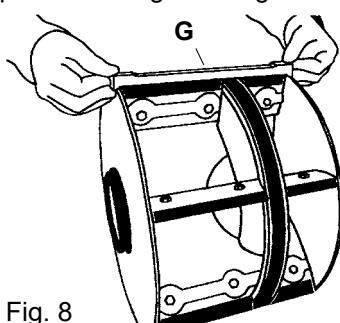

Fig. 8
2. Monter les nouvelles palettes d'étanchéité sur le rotor. Elles sont introduites dans des perforations adaptées à leur longueur, voir figure 8. Ne pas serrer les vis pour éviter que les palettes ne se déforment (torsion 8 Nm). Utiliser de préférence un outil spécifique (G) pour s'assurer que les palettes sont montées à la bonne hauteur. Le diamètre du rotor avec les palettes est de 395 mm. Utiliser uniquement des palettes d'origine Kongskilde.